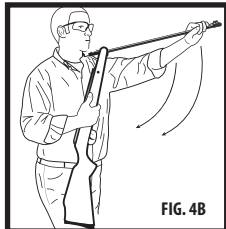

FIG. 4B
- Træk hurtigt og fast mundingen for enden af løbet ned, så langt det vil gå for at engagere handlingen (Fig. 4B).